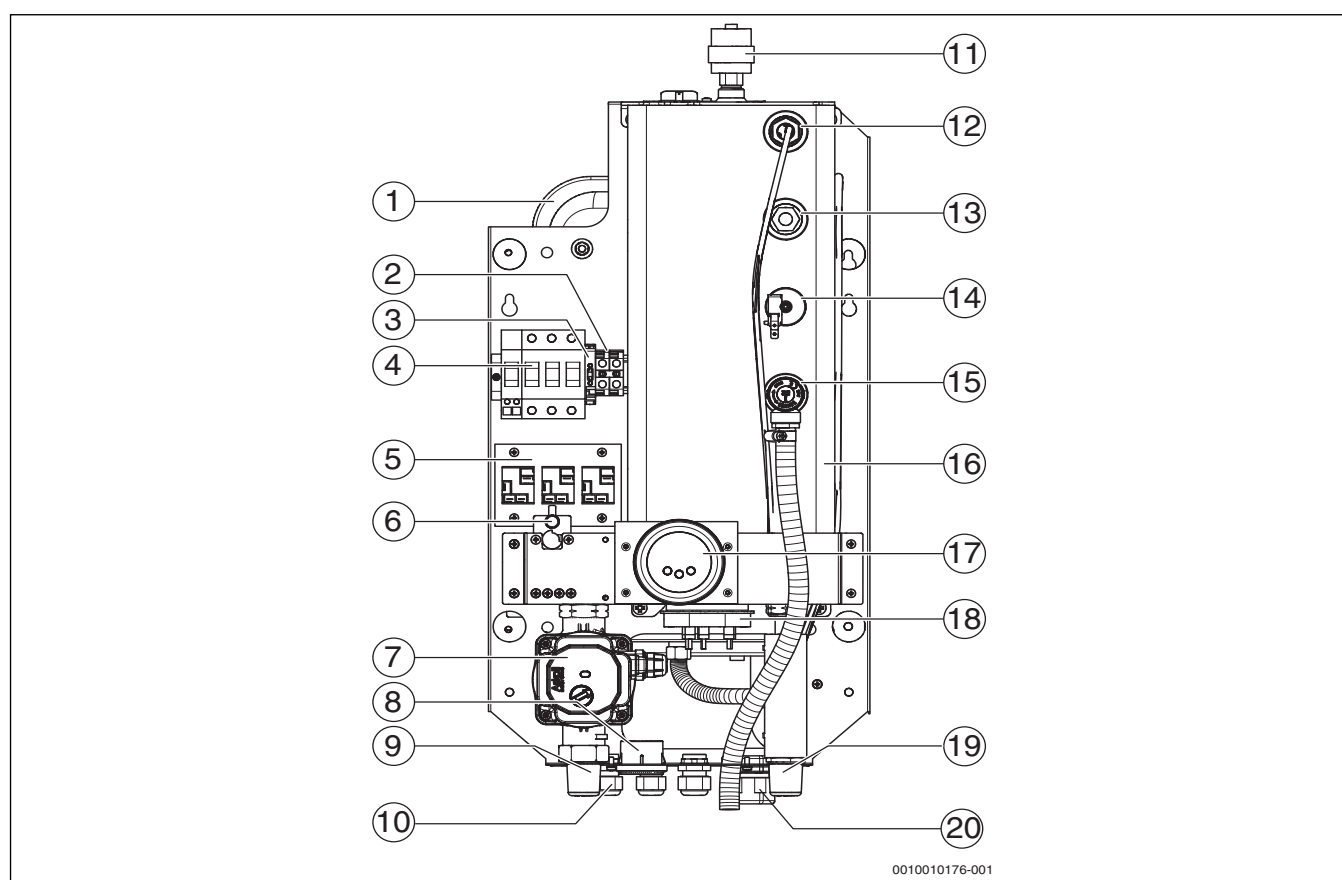

Bild 1 Funktionselemente des Kessels Tronic Heat 3000/Tronic Heat 3500 4-12 kW
- ▶ Sicherheitsventil nie verschließen (→ Abb. 1, S. 6, [15])